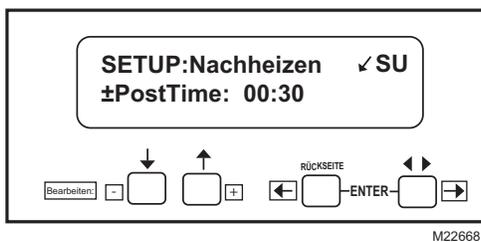

Fig. 14. Einstellen der Nachheiz-Zeit.
12. Es wird kurz „Getting Data“ angezeigt, gefolgt von dem Bildschirm in Abb. 14.